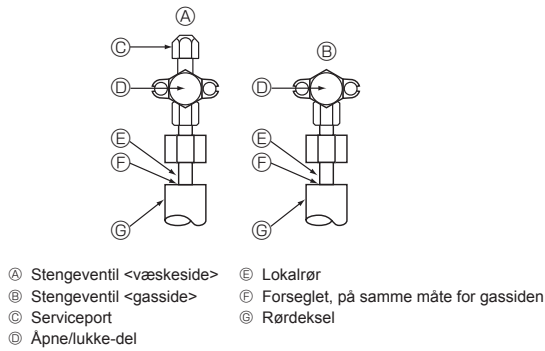

Fig. 4-4
4.4. Metode for å teste om kjølemiddelrør er lufttett (Fig. 4-4)
- Hvis trykket faller i trinn (2) eller (3), finnes det en gasslekkasje. Se etter kilden til gasslekkasjen.